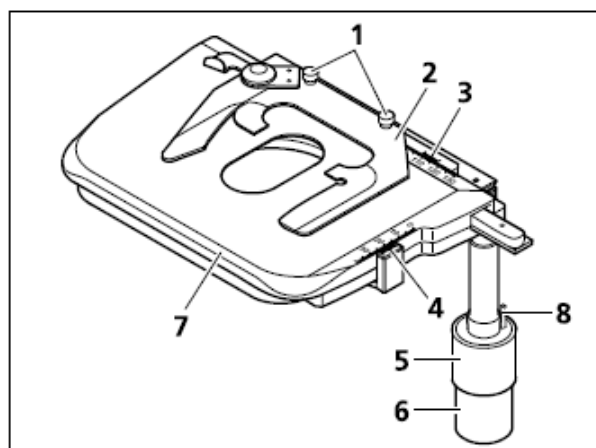

图. 2-14 75x50 右手机械载物台带样品夹
- 机械载物台(图 2-14/7)可以放置,定位和使用样品夹固定样品
- 样品夹(图 2-14/2)为单手操作,或者更换为多孔板类样品座(松开螺丝(图 2-14/1)后更换)
- 载物台 X(图 2-14/6)和 Y(图 2-14/7)方向调节旋钮
载物台 X 和 Y 方向调节旋钮,在高度和摩擦扭矩方面可以因人而异.工具(图 2-14/8)位于旋钮上方
- X 方向(图 2-14/3)和 Y 方向(图 2-14/4)的游标尺显示其所调节的范围.